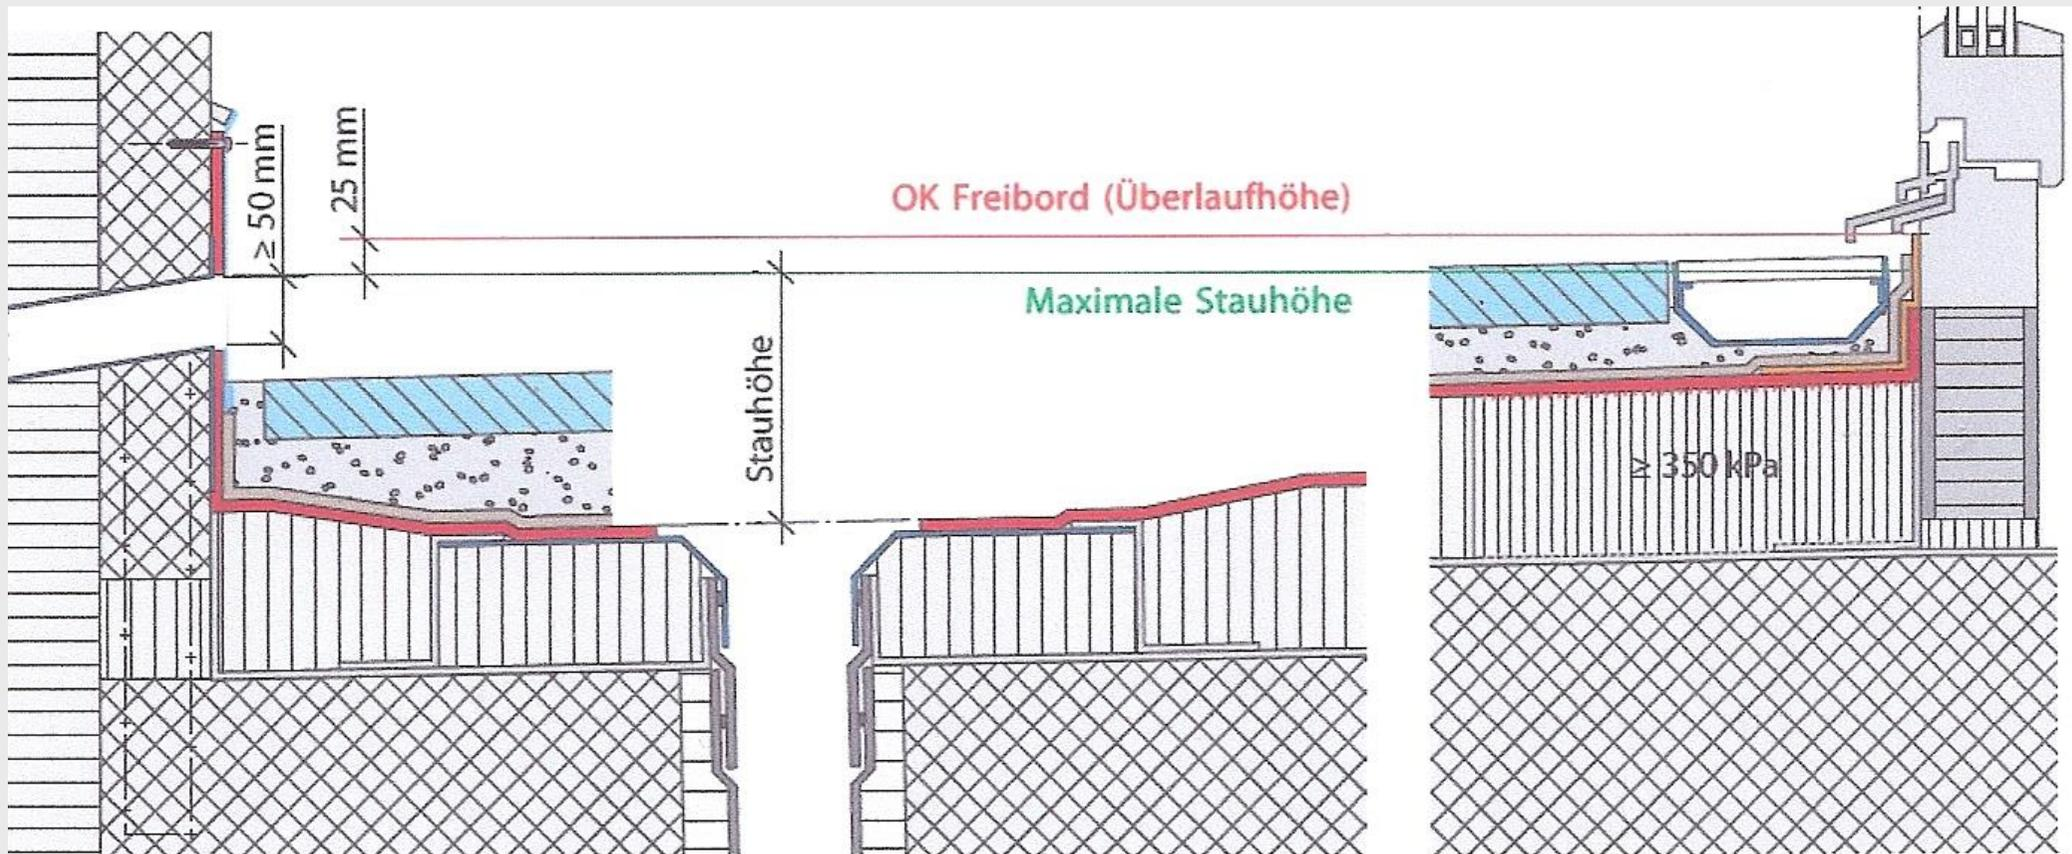

Abb. 13: Stauhöhe
**Abb. 13 aus Abdichtungsanschlüsse an Türen und Fenster**